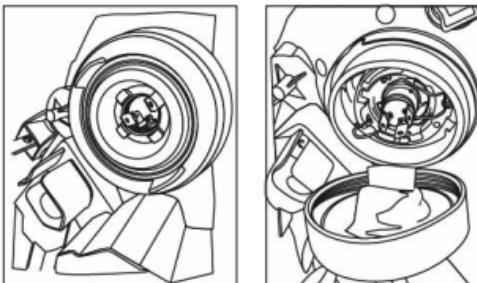

Рис. 2
- 5.1 Убедитесь, что в фаре проложена герметизирующая прокладка, есть металлическая пружина или похожее устройство крепления. Установите лампу с помощью металлической пружины, как показано на рис. 2.